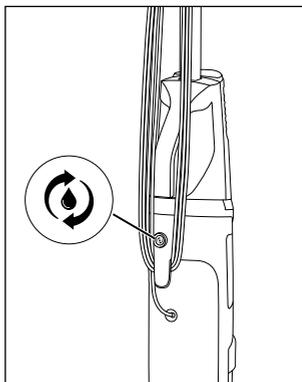

Fig. 32
- ◆ Premere l'interruttore dell'autopulizia **19** (vedere fig. 32).